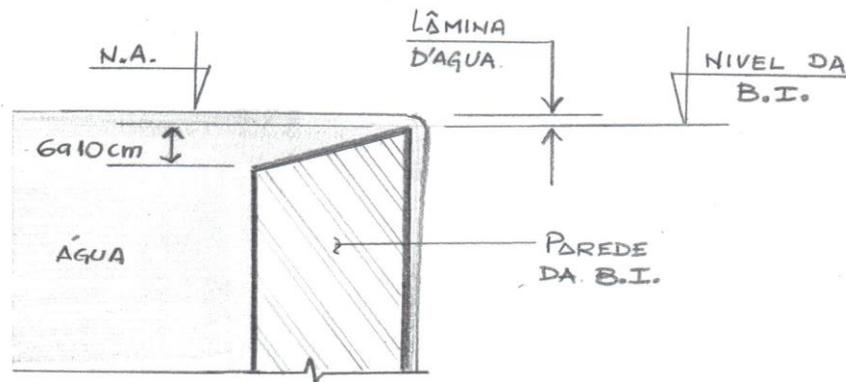

Figura 01 – Detalhe da borda infinita
- 1) A execução exige absoluta perfeição no nivelamento da parede que define a borda infinita “B.I.” (ver figura 01)
A borda infinita para garantir os efeitos citados no item 1, exige a manutenção de uma lâmina d'água acima da borda da parede (figura 01).